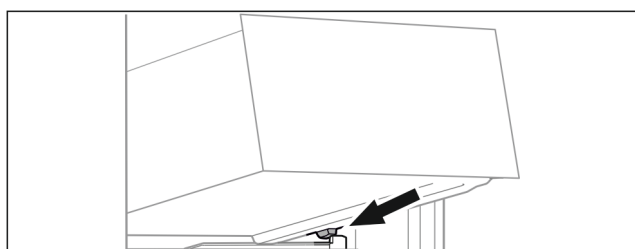

Fig. 121
- Schubfach schräg hinter den Stoppern auf Behälterrippe aufsetzen. (siehe Fig. 121)